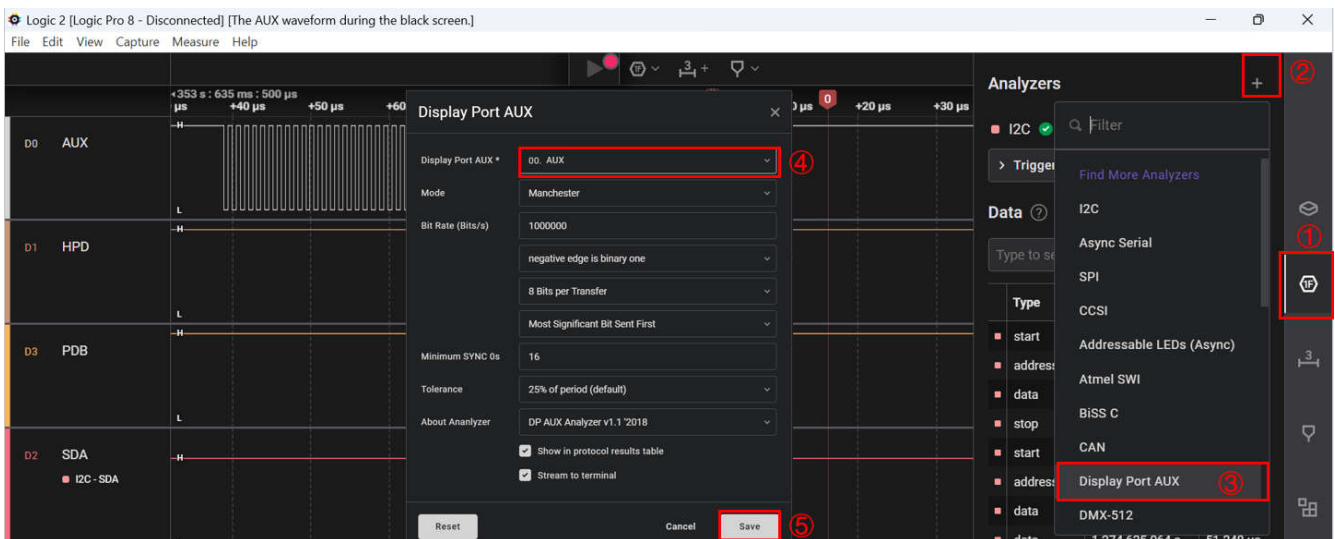

图 4-7. 在逻辑 2 上应用 AUX 扩展的步骤
4. 设置要分析的正确通道（例如，图 4-7 中的通道 00）。